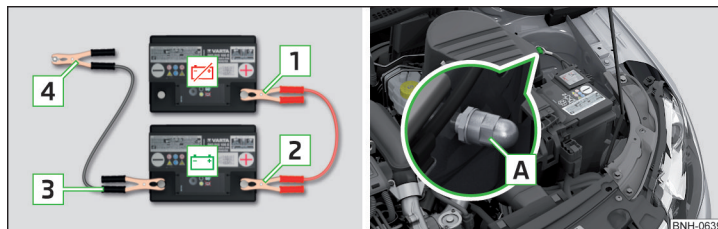

Fig. 165 Pornirea asistată: ☒ - bateria descărcată, ☒ - bateria furnizoare de curent/punctul de masă al motorului la sistem START-STOP
- La autovehiculele cu sistem START-STOP conectați clema [4] la punctul de masă al motorului [A] » fig. 165.